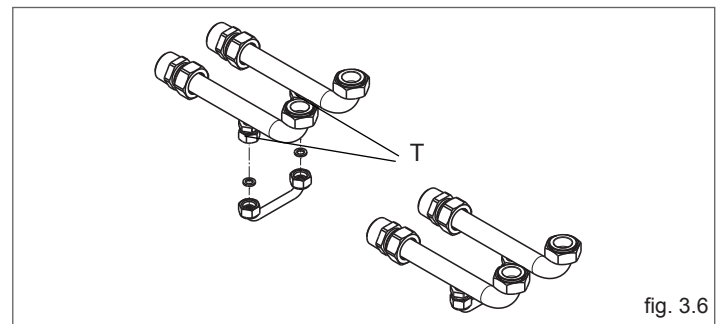

fig. 3.6
- collegare la rampa by-pass (fornita a corredo) alle rampe mandata e ritorno dopo aver svitato i tappi (T) (fig. 3.6).